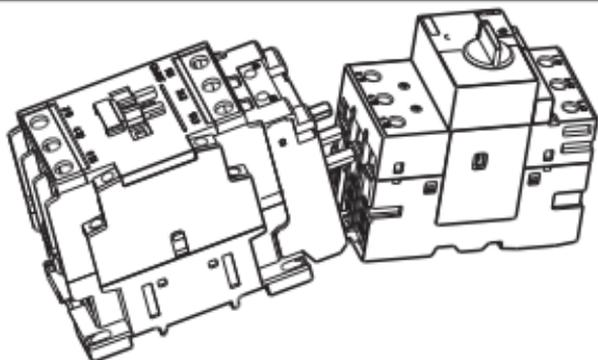

图8
7.2.4 左手拿起组装好的接触器与连接器，右手拿起起动机，如图8所示，将起动机向右侧倾斜，先使连接器底部的2个挂钩插入起动机底部对应的2个方孔内，然后逆时针转动起动机，使连接器的导线或接触板插入起动机的接线端子。